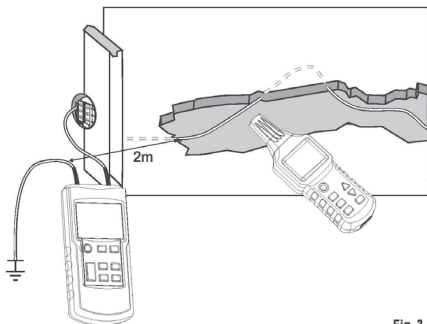

Fig. 3-1-9
- * Conecte el emisor según lo mostrado en la Fig.3-1-9;